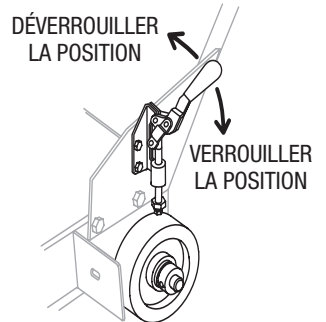

Figure 15. Crampon de roue
1. Laissez le crampon de roue (Figure 15) en place (levier vers le **BAS**) jusqu'à ce que vous soyez totalement prêt à commencer l'opération de coupe.